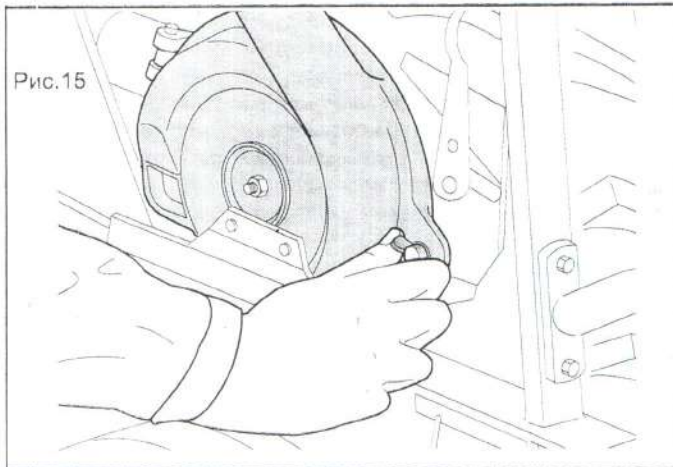

Рис.15
- Заворачивайте барашковую гайку крышки только вручную (Рис. 15).
- 1) Открутить и вынуть барашковую гайку (Рис. 15).
- 6) Закрывать крышку, закрутить барашковую гайку (Рис.15).